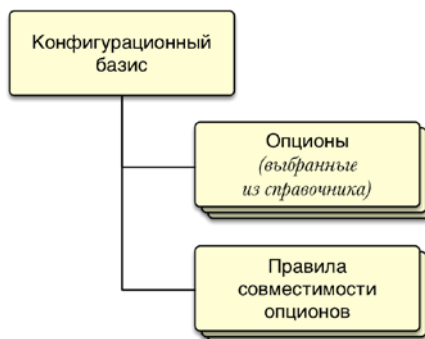

Рис. 10-162 – Состав конфигурационного базиса
- 5) При нажатии на кнопку «Да» отчет открывается в программе «Конструктор отчетов». Пример отчета карты опционов показан на рис. 10-162.